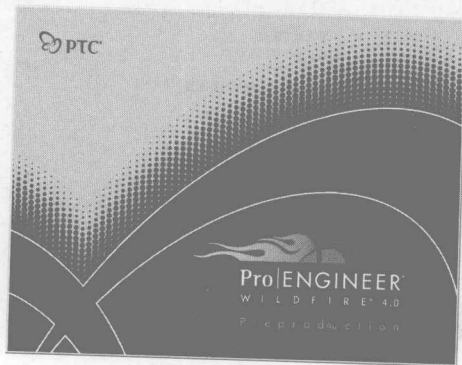

图 1-15 启动界面
- (11) 等安装完毕后，单击【下一个】按钮回到 Pro/ENGINEER Wildfire 4.0 选项界面，如不需要其他安装，即可单击【退出】按钮。
- (12) 双击桌面上的 Pro/ENGINEER 快捷方式图标，将会显示启动界面如图 1-15 所示。再稍等一会，会弹出如图 1-16 所示的工作界面。